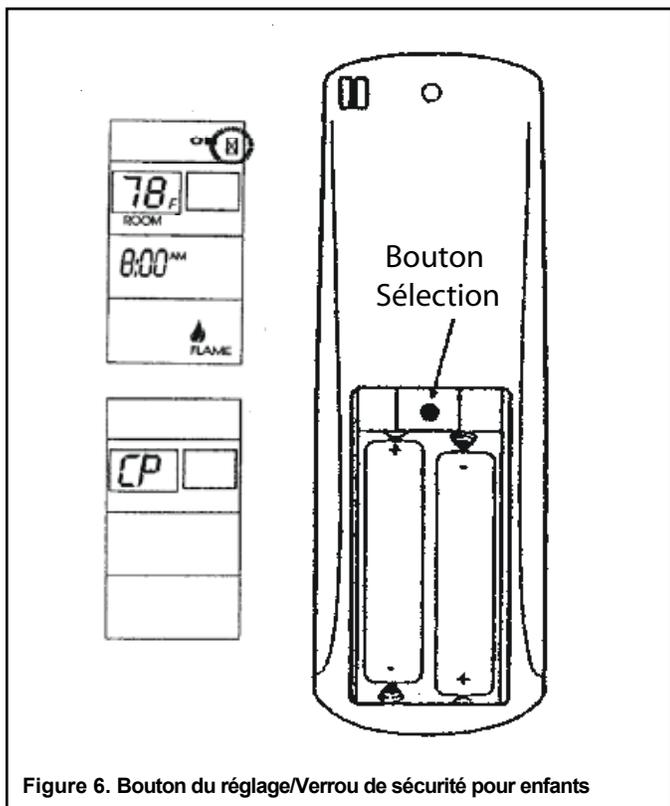

Figure 6. Bouton du réglage/Verrou de sécurité pour enfants
1. Retirez le couvercle des piles à l'arrière du transmetteur et trouvez le bouton « setting » au centre de la partie supérieure du compartiment à piles (voir la figure 6).
1. Appuyez sur le bouton « setting » et tenez-le enfoncé pendant 5 secondes. Les lettres CP apparaîtront sur l'écran ACL (voir la figure 6). Cette fonction empêche l'activation du foyer. Si vous appuyez sur un bouton de fonction (« ON », « OFF », etc.), les lettres CP apparaîtront sur l'écran ACL.